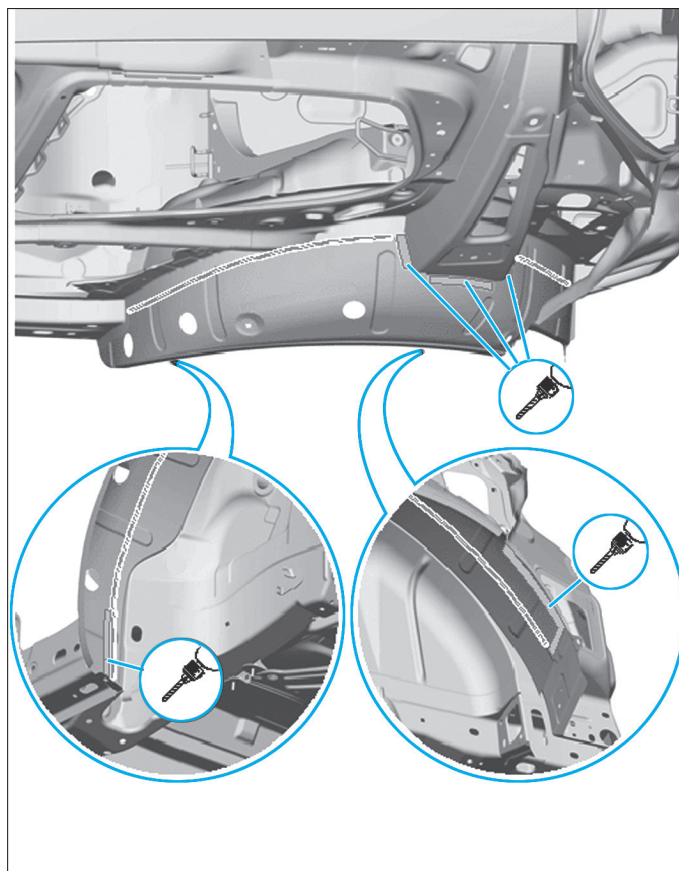

FIG. 151
- Effectuer la découpe par rapport au panneau latéral intérieur parallèlement (Fig.151).